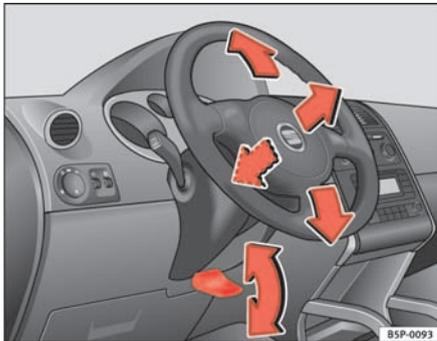

Abb. 89 Lenkradposition einstellen
- Schwenken Sie den Hebel ⇒ Abb. 89 unter der Lenksäule nach unten ⇒ ⚠.